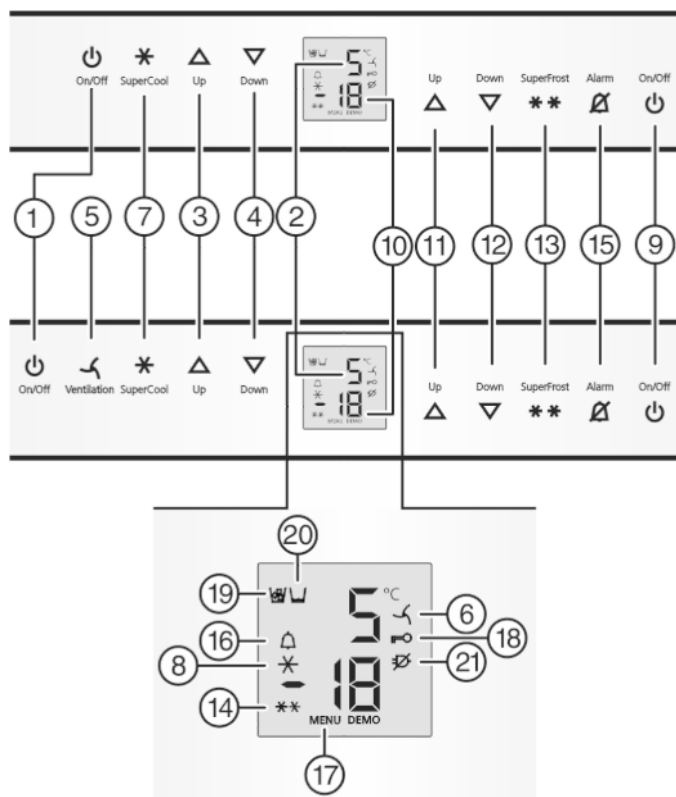

Fig. 2
- ▶ Нажмите кнопку On/Off морозильного отделения Fig. 2 (9).
- ▶ Нажмите кнопку On/Off холодильного отделения Fig. 2 (1).
- ▷ Холодильное отделение включено: Индикатор температуры холодильного отделения Fig. 2 (2) светится. При открытии двери холодильного отделения включается внутреннее освещение.
- ▶ Активация режима настройки: удерживайте кнопку SuperFrost Fig. 2 (13) прибл. 5 секунд.
- ▷ Символ меню Fig. 2 (17) горит.
- ▶ Коротко нажмите кнопку SuperFrost Fig. 2 (13) для подтверждения.
- ▶ Для включения защиты от детей коротко нажмите клавишу SuperFrost Fig. 2 (13).
- ▷ Символ "Защита от детей" Fig. 2 (18) горит. На индикации мигает **c**.
- ▶ Для выключения защиты от детей коротко нажмите клавишу SuperFrost Fig. 2 (13).
- ▷ Символ защиты от детей Fig. 2 (18) гаснет. На индикации мигает **c**.
- ▶ Выход из режима настройки: нажмите кнопку On/Off морозильного отделения Fig. 2 (9).
- ▶ Нажмите кнопку Alarm Fig. 2 (15).
Одновременно мигает индикация температуры и символ тревоги Fig. 2 (16).
Звуковой сигнал выключается автоматически, символ аварийного сигнала Fig. 2 (16) выключается и индикатор температуры перестает мигать, если температура снова становится достаточно низкой.